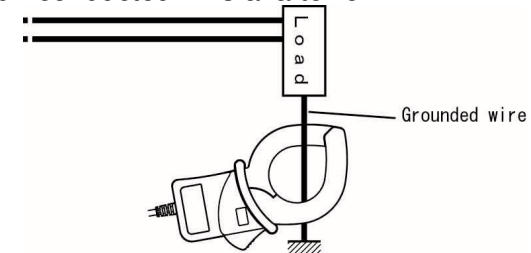

Fig.2 Mesure de courant de fuite sur un conducteur mis à la terre
- (4) Mesure sur un conducteur mis à la terre (cfr Fig.2)